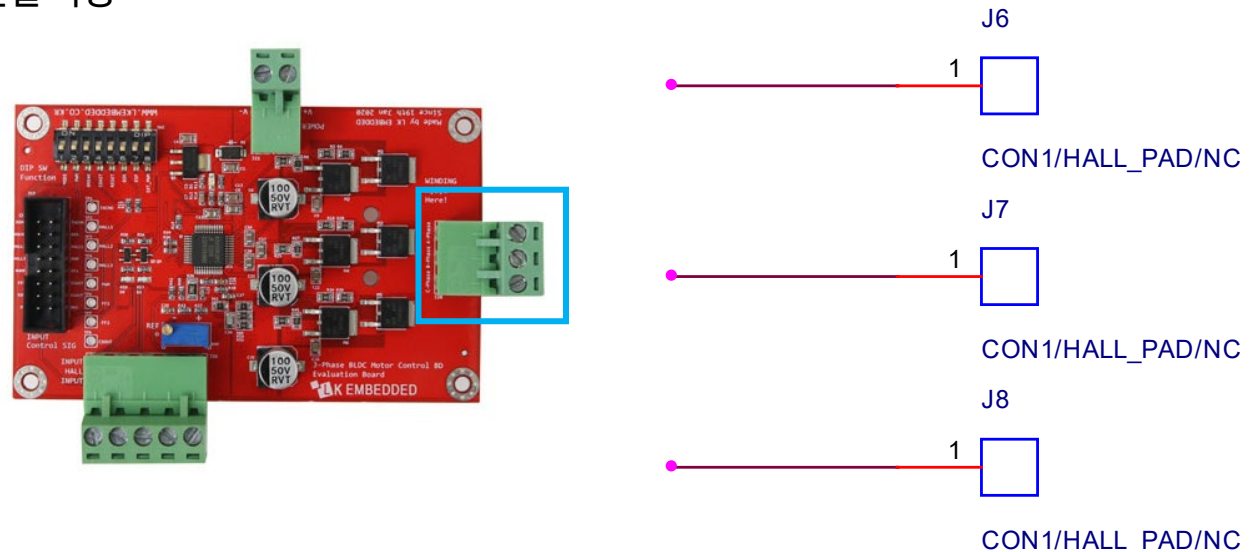

Figure 4. 3상 BLDC모터 3상 입력패드 and Schematic
- 모터 3상(A_Phase, B_Phase, C_Phase) 배선 연결 시 아래 그림 Figure 4와 같이 녹색 박스 영역의 사각 패드에 납땜을 통해 와이어링 되도록 설계됨